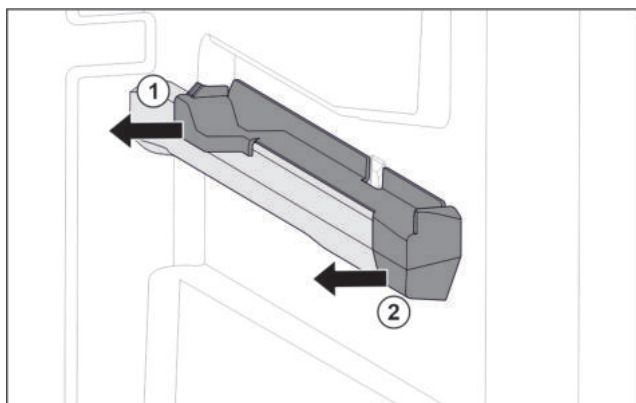

Fig. 39 Наставка върху дясното ребро на съда
- ▶ Изтеглете наставката отзад настрани. Fig. 39 (1)
- ▶ Изтеглете наставката отпред настрани. Fig. 39 (2)